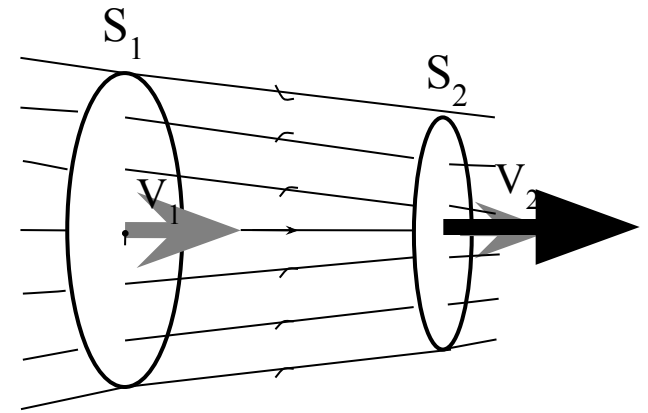

Рис. 46
- Часть жидкости, ограниченную линиями тока, называют **трубкой тока** (рис.46).
- Рассмотрим трубку тока рис. 46.